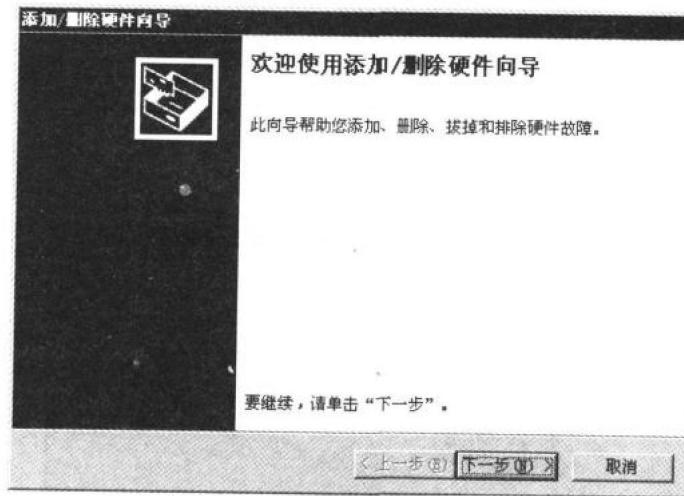

图 1.3 添加/删除硬件向导1
- (2) 在图 1.2 中双击【添加/删除硬件】图标，系统将弹出如图 1.3 所示的向导对话框。该窗口提示用户将进行硬件的添加/删除工作。